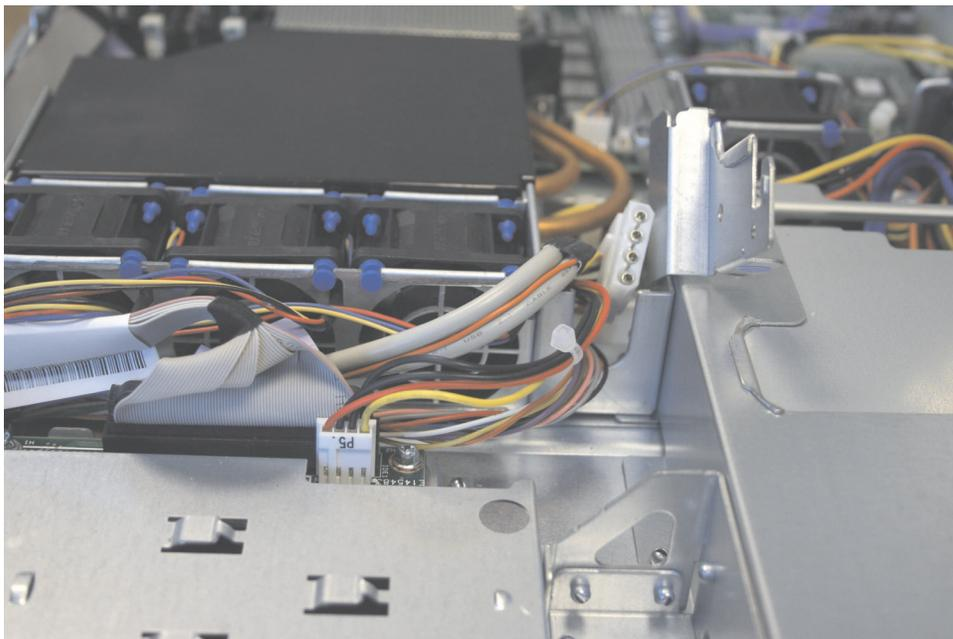

図 120. SAN ボリューム・コントローラー 2145-8A4 電源機構上の電源 P5 コネクタ
8. 図 120 に示すように、CD/DVD インターフェース・カードから、電源ケーブルおよびコネクタ P5 を切り離します。